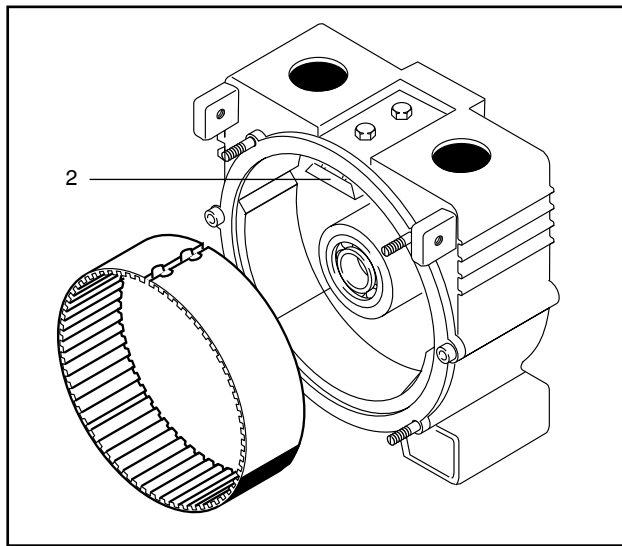

Fig. 14
2. Introdurre la nuova fascia di separazione nel supporto, con la dentatura rivolta verso l'interno (Fig. 14).